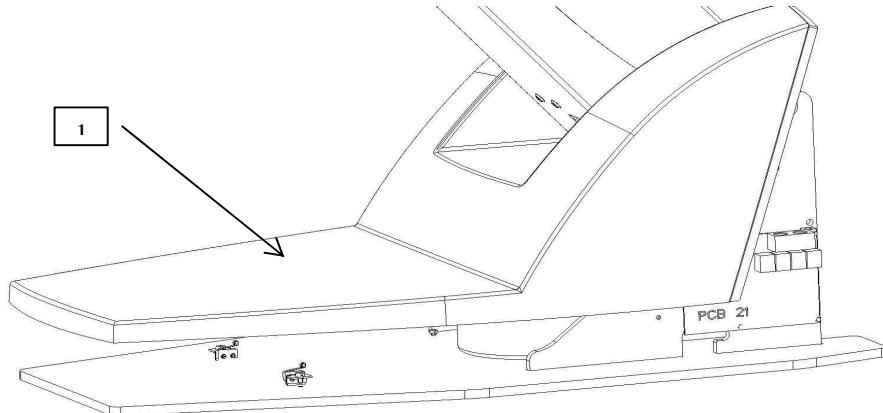

рис.7
Крышка основания (1) см.рис. 7 имеет функцию предохранительного выключателя. Если при движении верха по направлению вниз будет препятствие (напр. нога обслуживания) на передней крышке основания, движение кресла по направлению вниз остановится и кресло поднимется вверх прибл.на 5 мм. После удаления препятствия кресло способно следующей деятельности.